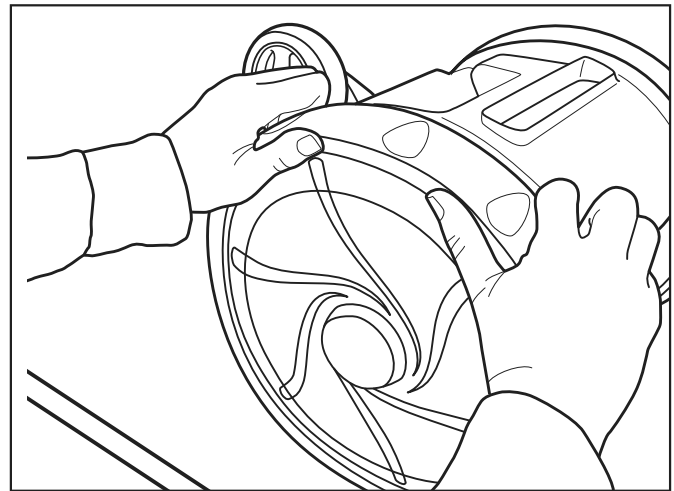

Figura 21. Empuje el neumático en su sitio
5. Encaje el neumático alrededor y dentro de la rueda. Consulte la figura 21.